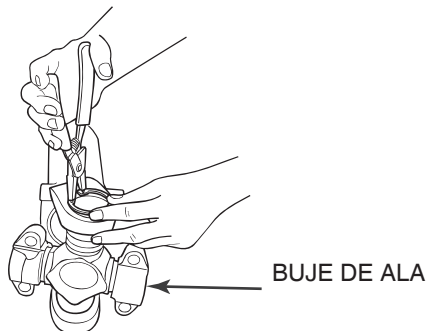

Figura 4.37
6. Use pinzas de aro elástico para instalar el aro elástico en la ranura. Figura 4.37. Asiente el aro totalmente.